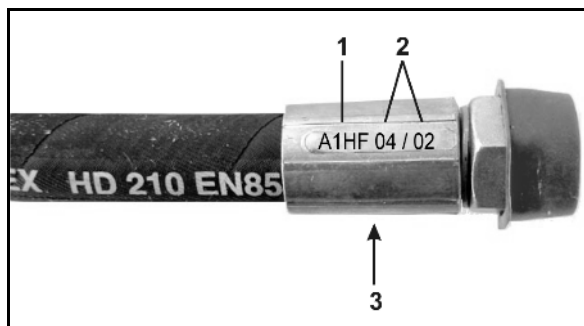

Fig. 96
2. Skru magnetkappen af (Fig. 96/1)
3. Fjern magnetspolen (Fig. 96/2)
4. Skru ventilstangen ud (Fig. 96/3) med ventilsæderne, og rengør med trykluft eller hydraulikolie.